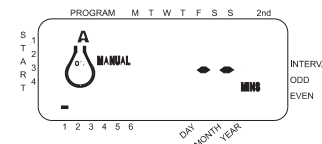

Ilustración 12
- Oprima la tecla MANUAL. Luego oprima SIGUIENTE tres veces. La pantalla mostrará un cursor intermitente en la estación 1 junto con -- MINS [Vea la ilustración 12].